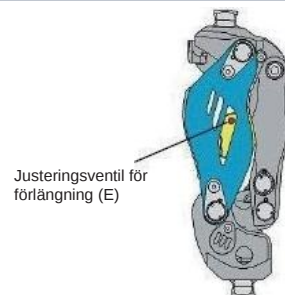
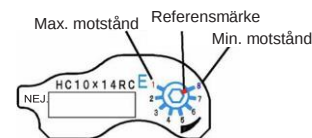

Fig. 13 Placering av ventilen för justering av förlängningen
Fig. 14 Graderad skala för ventilen för justering av förlängning
Om terminal impact inträffar i slutet av svängfasen, justera förlängningsmotståndet. Som visas i fig. 13 är ventilen för justering av extension (E) placerad till vänster sett från användaren. Som visas i fig. 14 är skalan graderad från "1" till "8". "1" motsvarar det högsta hydrauliska motståndet och "8" motsvarar det lägsta. (Referens) Fabriksinställning: "8"